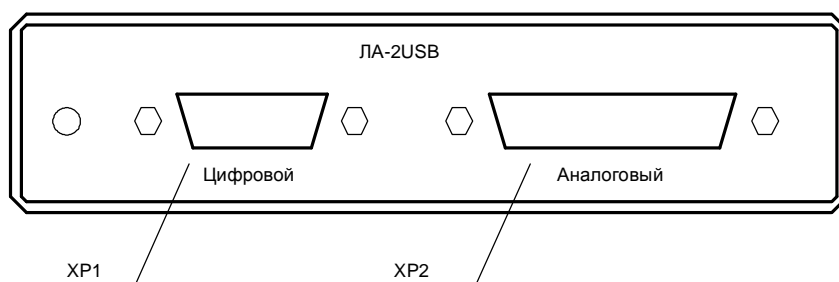

Рис. 4.1. Передняя панель прибора.
4.2.3. Для предотвращения выхода из строя устройства ЛА-2USB на входные разъемы необходимо подавать сигналы с параметрами, указанными в таблице (Таблица 4. 1). Расположения разъемов указано на рисунках (Рис. 4.1 и 4.2).